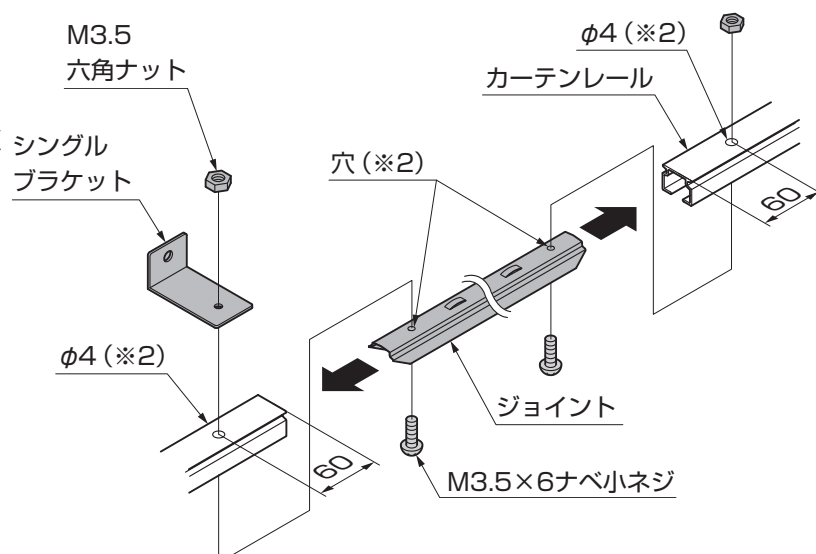

図4-4 カーテンレールの接合
- カーテンレールに図4-4を参照してφ4の穴(※2)加工をしてください。